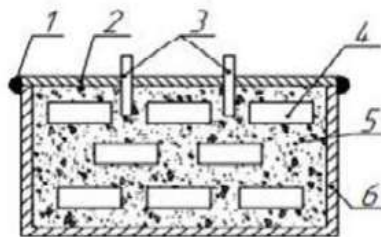

Рис. 2. Розміщення деталей в ящику для цементації:
1. Засипати шар карбюризатора товщиною 50 мм в ящик для цементації (рис. 2).